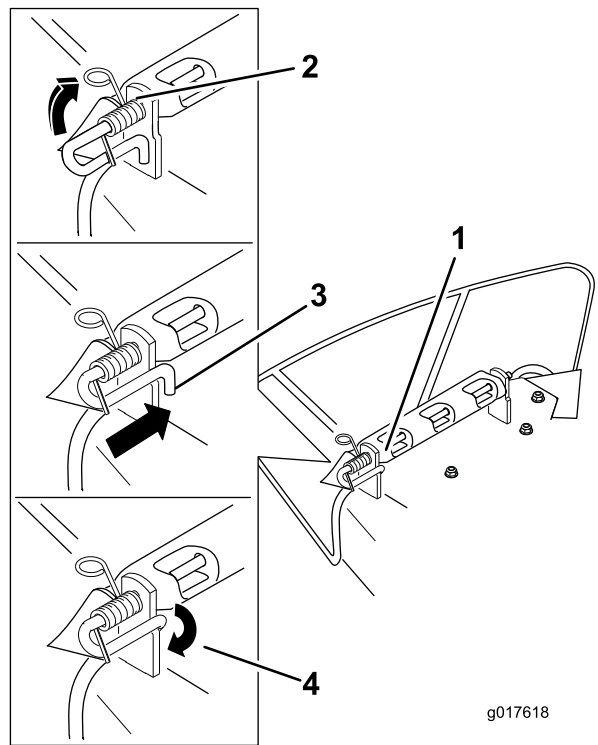

Figure 63
- Soulevez le côté avec la boucle du ressort et placez-le dans le cran du support de déflecteur (Figure 63).
- Fixez l'ensemble tige et ressort en le tournant de sorte à pouvoir placer l'extrémité courte de la tige derrière le support avant soudé au tablier de coupe (Figure 63).